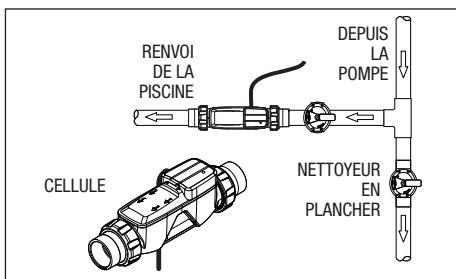

Figure 7. Nouvelle plomberie de piscine pour systèmes dans le sol
**REMARQUE :** Ne pas installer le chlorateur sur des systèmes en plancher qui ne sont pas pourvus d'un renvoi de piscine dédié comme illustré dans la figure 7.